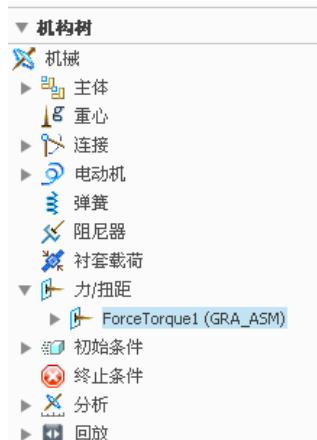
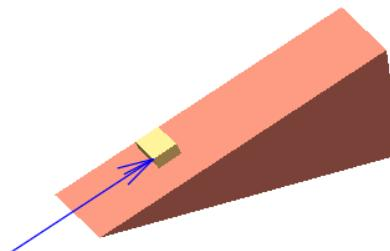

图 5.7.9 机构树
图 5.7.10 滑块位置（二）
- 如果在图 5.7.9 所示的机构树中右击力/扭矩节点 **ForceTorque1 (GRA_ASM)**，选择 命令，在“力/扭矩定义”对话框中将力的大小修改为 4.5，然后再运行机构动态分析，可以观察到由于施加力的变小，滑块的位移也变小（图 5.7.10）。